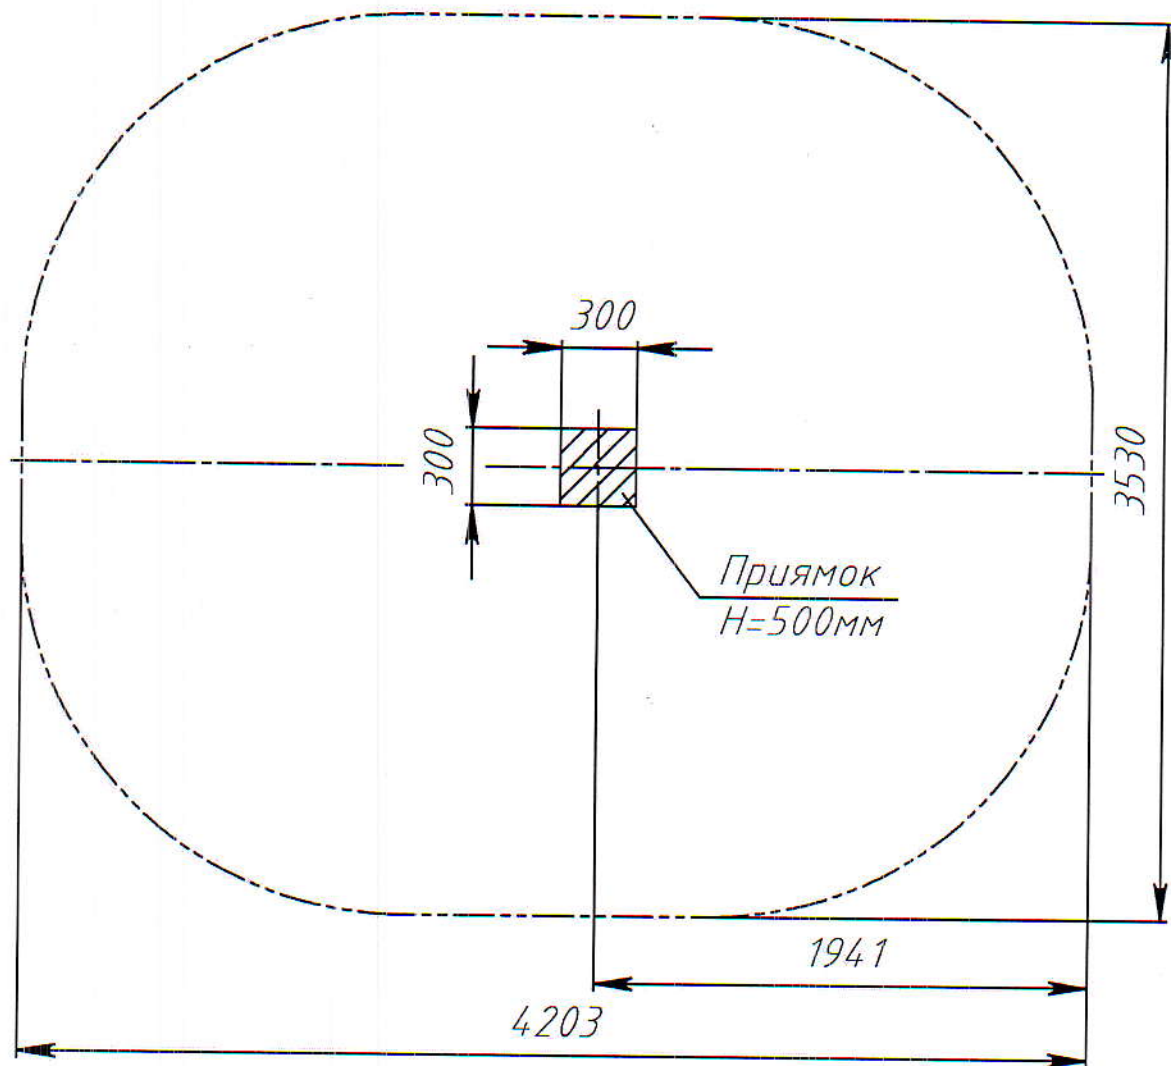

Рис.3 План фундаментного прямка тренажера РТР 516Т
3.6. Монтаж тренажера заключается в бетонировании фундаментного блока **7** и закреплении на нем стойки **1**. Фундаментный приямок выполнить в соответствии с планом фундамента (рис. 3).